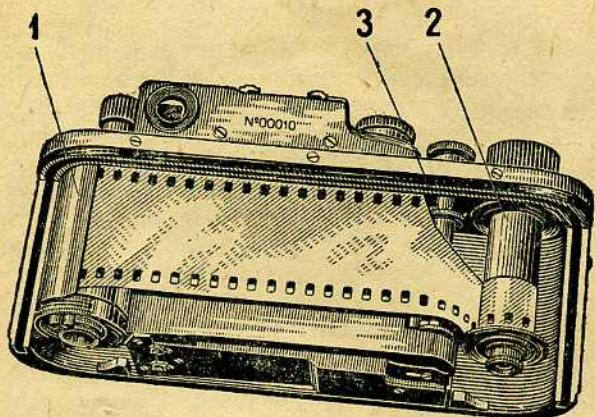

Рис. 3.
Фотоаппарат «ЗОРКИЙ-3» имеет съемную заднюю стенку, облегчающую процесс юстировки объективов и процесс зарядки фотоаппарата (рис. 3).
Кассета фотоаппарата «ЗОРКИЙ-3» (рис. 3) состоит из двух трубок—внутренней и наружной, входящих одна в другую, и катушки для намотки пленки.
- г) Кассету вставить в аппарат таким образом, чтобы выступ кассеты был обращен к передней стенке аппарата, а прорез наружной трубы к задней стенке. При этом одновременно насадить на поводок приемную катушку, установив пленку так, чтобы зубья транспортирующего барабана входили в перфорацию пленки (рис. 3).